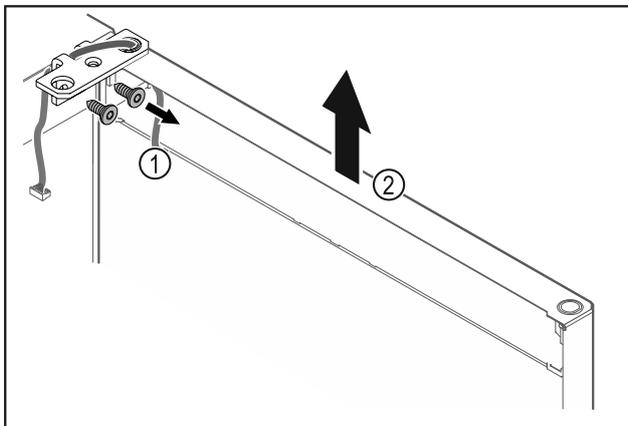

Fig. 19
- Lironi vidat e profilin të menteshës Fig. 19 (1).
- Ngrini drejt lart derën së bashku me profilin e menteshës Fig. 19 (2) rreth 200 mm dhe hiqeni.